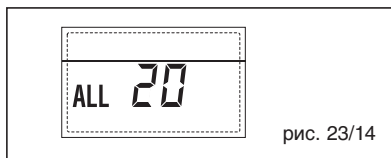

рис. 23/14
**– НЕПОЛАДКА ПОЛОМКИ ДАТЧИКА ПОДАЧИ ПЕРВОЙ СМЕШАННОЙ ЗОНЫ “ТРЕВ 21” (рис. 23/15)**